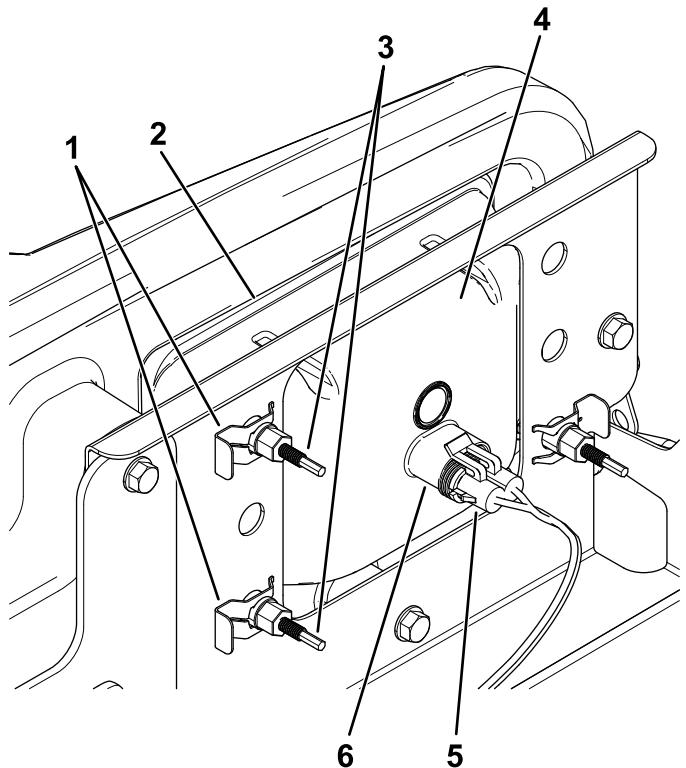

Figura 47
3. Scollegate il connettore elettrico del cablaggio dal connettore del gruppo luci (Figura 47).
4. Togliete i fermagli che tengono bloccato il faro anteriore sulla relativa staffa (Figura 47).
5. Rimuovete il gruppo faro anteriore spostandolo in avanti attraverso l'apertura nel paraurti anteriore (Figura 47).
6. Montate il nuovo faro anteriore attraverso l'apertura nel paraurti (Figura 47).
8. Collegate il connettore elettrico del cablaggio al connettore del nuovo gruppo luci (Figura 47).
5. Sul retro del gruppo faro, ruotate le viti di regolazione (Figura 47) per ruotare il gruppo faro e allineare la posizione di getto del fascio.